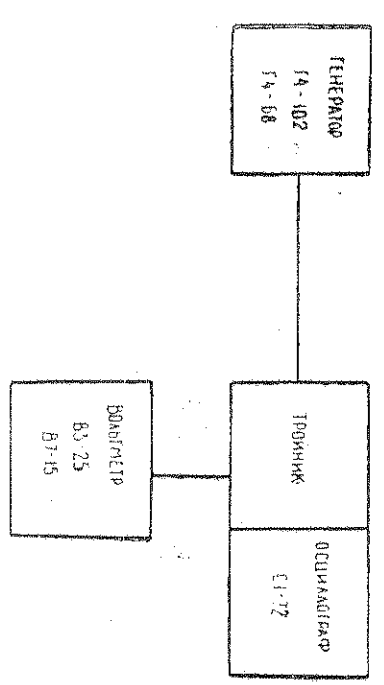

Рис. 9.
14.4.6. Проверка неравномерности амплитудно-частотной характеристики тракта вертикального отклонения производится во всех изложенных перечисленных «ВОЛЬТ/ДЕЛЕН.» путем подачи на вход усилителя вертикального отклонения постоянного по амплитуде синусоидального напряжения от генератора Г4-68 или Г4-102 по схеме соединения рис. 9. Проверка производится на частотах 150, 500 кГц, 1 МГц.